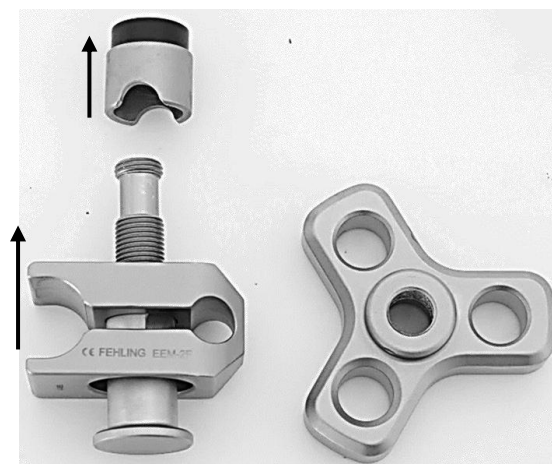

Fig. 18
Dra först klämhylsan (2) från gängstången (4) och ta sedan bort klämstycket (3) (fig. 18).